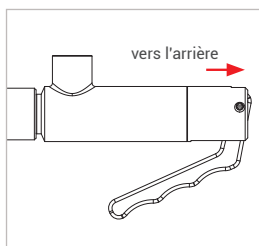

Figure 7
- ▶ Tirez légèrement sur le connecteur (flèche rouge Figure 7) dans le sens inverse du raccordement pour s'assurer de sa bonne fixation.